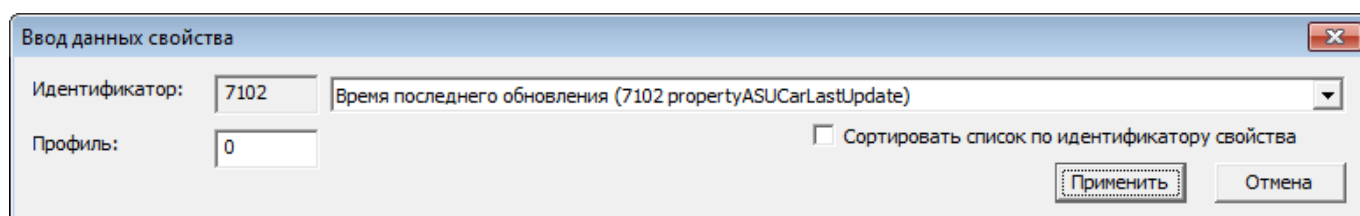

Рисунок 9.119 — Окно добавления свойства
3. Нажмите на кнопку **Добавить**. В отобразившемся окне (рисунок 9.119) выберите из раскрывающегося списка требуемое свойство, в поле **Профиль** укажите номер профиля, в котором содержатся требуемые данные (обычно, «0»). Для быстрого поиска свойства, начните вводить первые буквы его названия. Если вы знаете идентификатор свойства, установите флаг в поле **Сортировать список по идентификатору свойства** и введите в поле требуемый идентификатор.